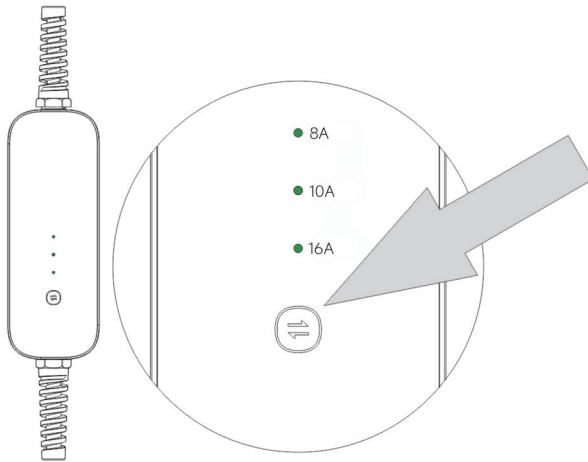

Fig 5. bouton de sélection d'intensité
- Sélectionnez à l'aide du bouton l'intensité souhaitée 8A, 10 ou 16A (Fig 5)